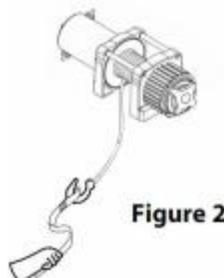

Figure 2
9. **ZAWSZE KORZYSTAJ Z RĘKA SA VER** Gdy prowadzenie the drut lina W Lub na zewnątrz. (Patrz rysunek 2).